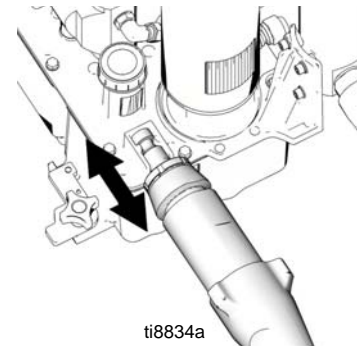

FIG. 20
1. (Fig. 20) Sett pumpestangen i justeringsshullet og trekk i pumpen for å forlenge stangen hvis det er nødvendig.